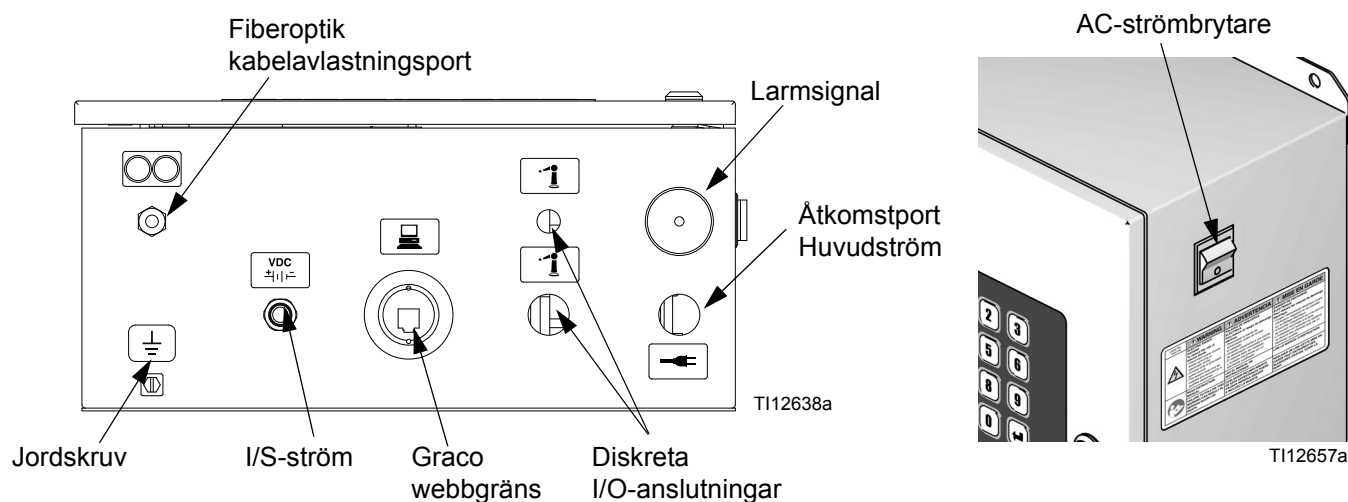

FIG. 18. EasyKey-anslutningar och strömbrytare
- Matningsingången  har 22,4 mm (0,88 tum) diameter. En isolerande kabelklammer eller kanal kan monteras i den. Se FIG. 18.
1. Mata ström till EasyKey. Installera den isolerande kabelklammern eller kanalen genom EasyKey-porten . Se FIG. 18.
1. Anslut lämplig ände av färgstationens elkabel till EasyKey-kontakten $\frac{VDC}{\pm | | \text{---}}$. Se FIG. 18.
3. Den fiberoptiska kabeln levereras inkopplad i vätskestationens kontakt från fabriken . Se FIG. 18.